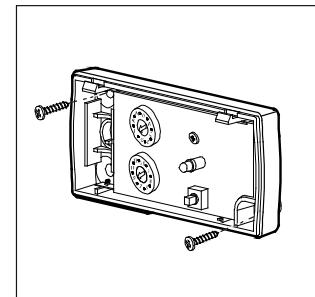

Fig. 5
3. Monteer de onderkant horizontaal op de gewenste plek met twee schroeven. Fig. 5.